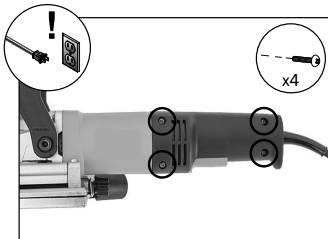

Fig. 28. Emplacement des attaches de la poignée principale
2. Retirez (4) les vis du côté gauche de la poignée principale de la machine à jointer (voir la figure 28) et séparez les deux côtés de la poignée.